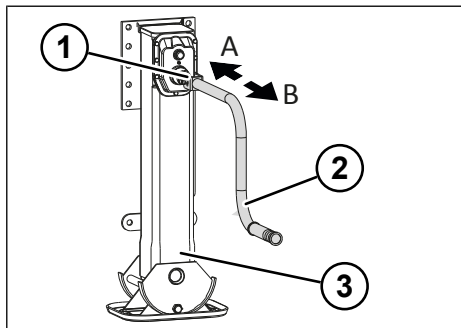

Рис. 5-3: Движение с нагрузкой и быстрый ход домкрата
- ▶ Включите быстрый ход, вытянув кривошипную рукоятку (см. "Рис. 5-3: Движение с нагрузкой и быстрый ход домкрата", стр. 28).
- ▶ Включите движение с нагрузкой, вдавив кривошипную рукоятку (см. "Рис. 5-3: Движение с нагрузкой и быстрый ход домкрата", стр. 28).
- ▶ Установите движение с нагрузкой, вдавив кривошипную рукоятку (см. "Рис. 5-3: Движение с нагрузкой и быстрый ход домкрата", стр. 28).
- ▶ Установите быстрый ход, вытянув кривошипную рукоятку (см. "Рис. 5-3: Движение с нагрузкой и быстрый ход домкрата", стр. 28).